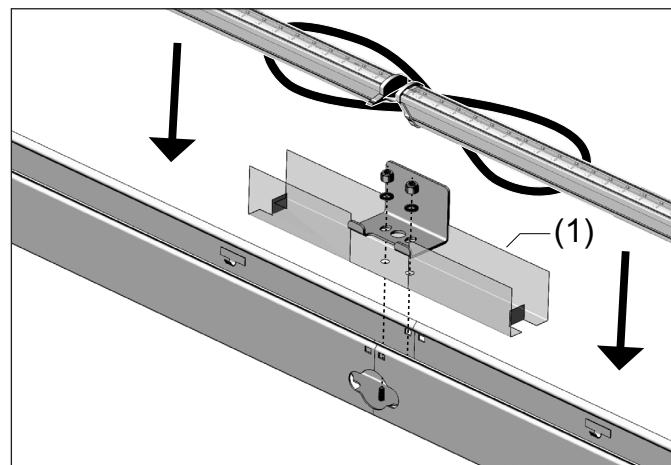

Bild 2
- LED-Lampen in die Halteklammern innerhalb der Tragschiene drücken, bis diese einrasten (Bild 2).
- Bei Lichteinsätzen vom Typ LEDLUX LH: Unter jeder Kabelschleife eine der mitgelieferten Isolierfolien (1) platzieren (Bild 2)!